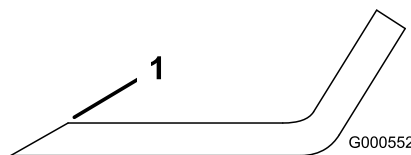

Figura 106
1. Affilate i taglienti da entrambe le estremità della lama con una lima (Figura 106).
Nota: Se la lama non è bilanciata, limate del metallo soltanto dalla costa (Figura 106).